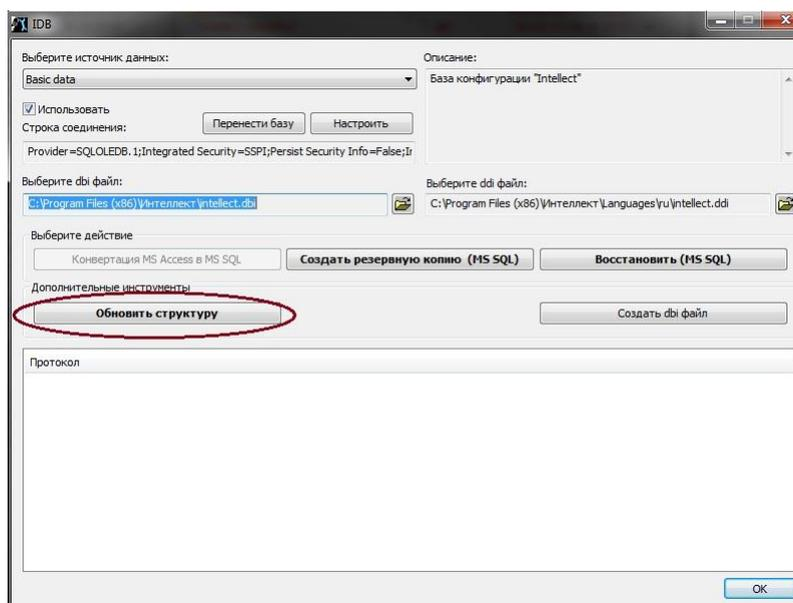

Рисунок 30.1
- 2) Запустить утилиту IDB.exe, и нажать кнопку **Обновить структуру** (Рисунок 30.1). Будет запущен процесс обновления структуры базы данных. Затем нажать **Ок** для завершения работы с утилитой.